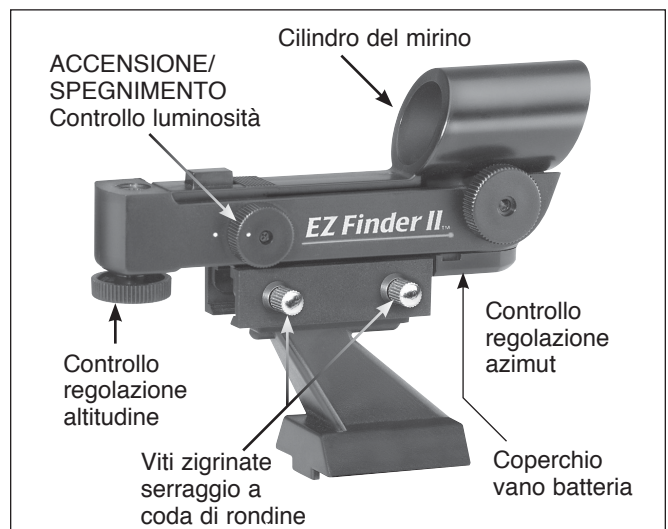

Figura 11. Manopole di regolazione e di accensione/spengimento del mirino EZ Finder II.
- Per fissare la staffa di montaggio a coda di rondine del mirino EZ Finder II, allentare le due viti zigrinate sulla guida inferiore del mirino EZ Finder II. Fare scorrere il mirino EZ Finder II sulla staffa e serrare le due viti zigrinate (vedere **Figura 11**). Far scorrere il piede della staffa di montaggio nel supporto di montaggio a coda di rondine come mostrato in **Figura 12** e serrare la vite zigrinata sul supporto per fissare la staffa di montaggio.
situato ad almeno 400 metri di distanza. Accendere il mirino EZ Finder II e guardare attraverso di esso. Senza spostare il telescopio principale, usare le manopole di regolazione dell'azimut (sinistra/destra) e dell'altitudine (su/giù) del mirino EZ Finder II (vedere **Figura 11**) per posizionare il puntino rosso sull'oggetto nell'oculare. Quando il puntino rosso è centrato sull'oggetto lontano, accertarsi che l'oggetto sia ancora centrato nell'oculare del telescopio. In caso contrario, centrare nuovamente e regolare di nuovo l'allineamento del mirino EZ Finder II. Se l'oggetto è centrato nell'oculare e sul puntino rosso del mirino EZ Finder II, quest'ultimo è correttamente allineato con il telescopio. Una volta allineato, il mirino EZ Finder II solitamente mantiene l'allineamento anche dopo essere stato rimosso e rimontato. In caso contrario, sarà necessario solo un minimo riallineamento.
Girare la manopola di accensione/spengimento (vedere **Figura 11**) in senso orario fino a udire uno scatto, che indica l'accensione. Guardare attraverso la parte posteriore del mirino reflex con entrambi gli occhi aperti per vedere il puntino